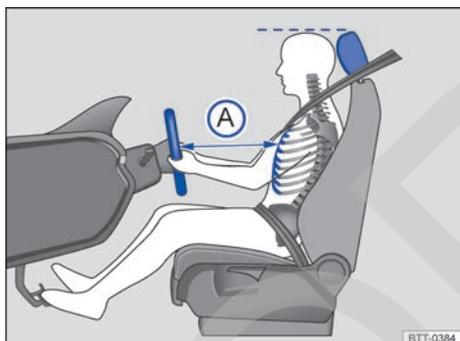
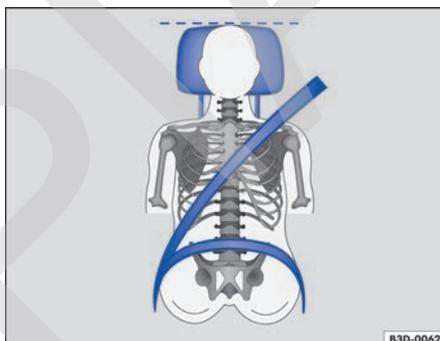

Fig. 33 Entre el conductor y el volante deberá haber una distancia (A) de, como mínimo, 25 cm.
Fig. 34 Colocación correcta de la banda del cinturón y ajuste correcto del apoyacabezas.
- Ajuste el apoyacabezas de modo que el borde superior del mismo quede a la altura de la parte superior de la cabeza, pero nunca por debajo de los ojos. Mantenga la parte trasera de la cabeza siempre lo más cerca posible del apoyacabezas ⇒ fig. 33 y ⇒ fig. 34.
- Ajuste el volante de modo que quede a una distancia de, por lo menos, 25 cm del esternón ⇒ fig. 33 (A) y lo pueda sujetar con las dos manos por los lados, por la parte exterior, con los brazos ligeramente flexionados.